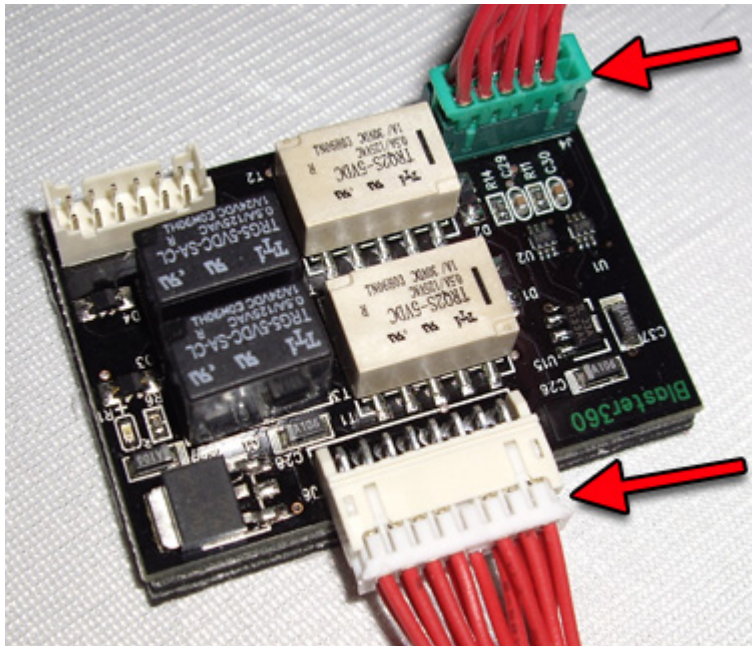

Imagen 2A
3. En la caja, hay dos placas de circuitos que llevan un adhesivo especial en la parte posterior protegido por una capa de papel. La placa mostrada en la imagen 2A es el Power Control Unit (o PCU). Ahora conectaremos el cable rojo pequeño con el conector verde en la PCU (conectaremos el conector verde) y el cable rojo con una conexión blanca y otra negra en la parte frontal del PCU (conectaremos el conector blanco).